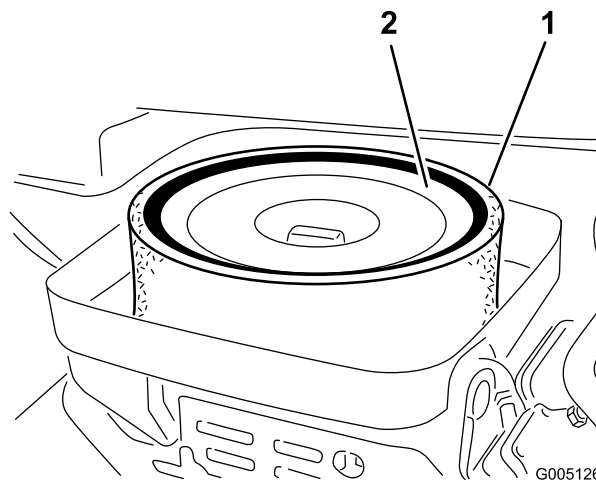

Figura 43
3. Se l'elemento in schiuma sintetica è sporco, rimuovetelo dall'elemento di carta (Figura 43). Pulitelo accuratamente, come indicato di seguito: